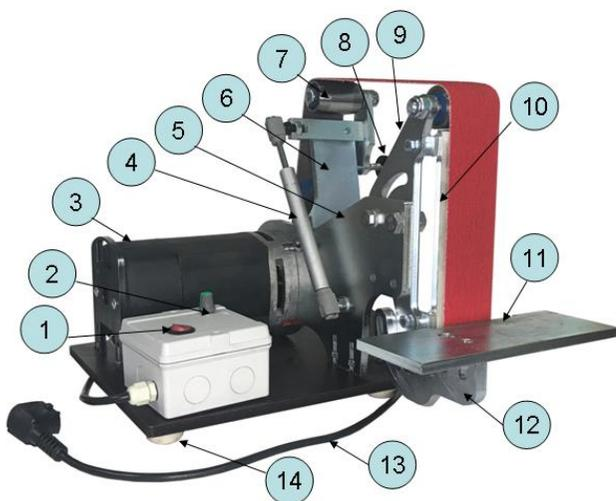

Рис. 1.
-Основные узлы гриндера «ХОЗЯИН» MG-915 X2.0 обозначены на Рис.1: